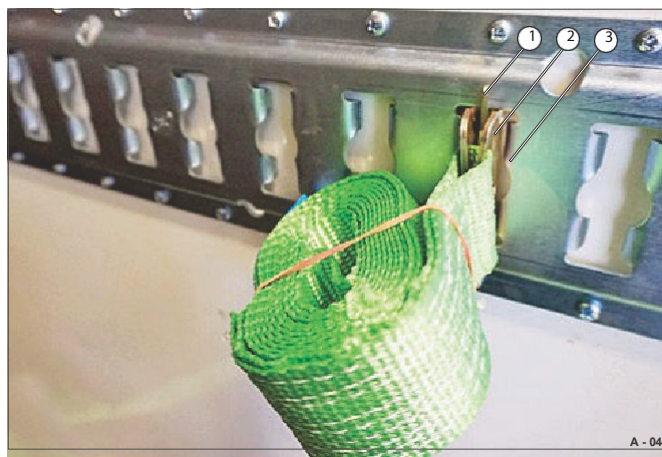

Fig. 44 Fixação da cinta de amarração
- Pressionar o dispositivo de fixação (Fig. 44/1) e inserir a peça de inserção (Fig. 44/2) na ranhura retangular (Fig. 44/3).